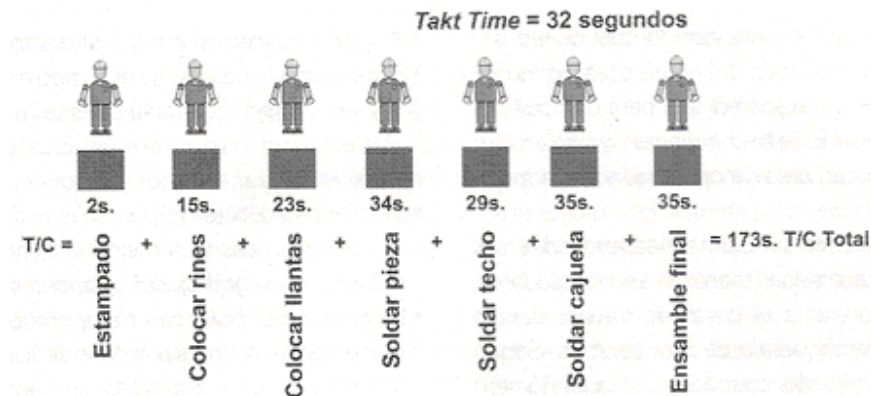

Figura No. 15 Proceso de producción. Fuente: Villaseñor Alberto (Manual de Lean Manufacturing) 2007.
1. Determinar el tiempo de ciclo actual y los elementos de trabajo asignados. Por ejemplo, considere el siguiente proceso, en donde se tienen 7 operaciones (estampado, colocar rines, colocar llantas, soldar pieza, soldar techo, soldar cajuela, ensamble final), 7 operadores, un takt time de 32 segundos y un tiempo de ciclo total de 173 segundos. (Figura No. 15)